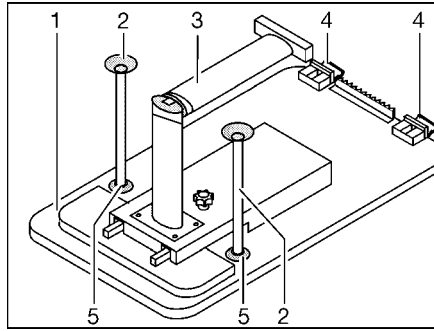

Bild 95 Bettunterbau
- Tischplatte (Bild 95,1) vorn leicht anheben.
- Tischfuß (Bild 95,3) am Gelenk entriegeln und einklappen.
- Tischplatte ca. 45° nach oben schwenken und Halterungen (Bild 95,4) aus der oberen Halteschiene aushängen.
- Je nach Modell die beiden zusätzlichen Stützfüße (Bild 95,2) in die Aufnahmen (Bild 95,5) an der Unterseite der Tischplatte stecken.